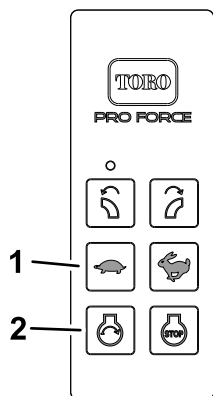

Figure 18
2. Pour ALLUMER ou ÉTEINDRE les projecteurs, appuyez sur les boutons de la télécommande manuelle (Figure 18) dans l'ordre suivant :